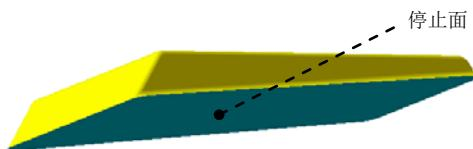

图 12.2.35 成形工具 1
(3) 定义切除深度属性。在“切除一拉伸”对话框**方向 1**区域的 \checkmark 下拉列表中选择**完全贯穿**选项。
(4) 单击 \checkmark 按钮，完成切除一拉伸 3 的创建。
Step19. 创建图 12.2.35 所示的零件特征——成形工具 1。
(1) 选择命令。选择下拉菜单**插入(I)** \rightarrow **钣金(O)** \rightarrow **成形工具** 命令。
(2) 定义成形工具。激活“成形工具”对话框的**停止面**区域，选取图 12.2.35 所示的模型表面作为成形工具的停止面。